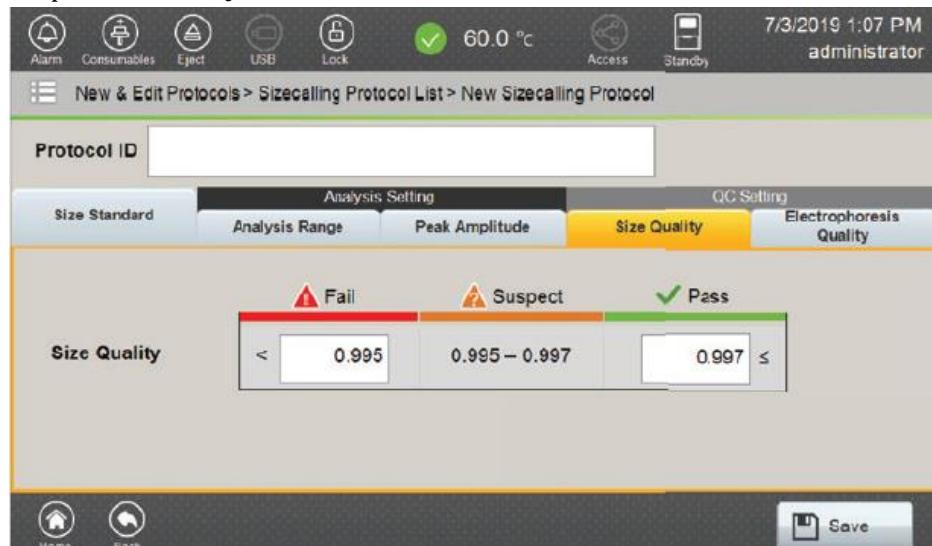

図 133 Size Quality タブ
| Size Quality             | <p>SQ data の Pass、fail を決める SQ 値を定義します。これらの値の間にに入る Sizing data は Suspect としてフラグが立てられます。（許容できる data か再度ランする必要がある data なのか、Result タブで確認してください）SQ の定義に関するセクション 5.7 の Result タブをご参照ください。</p> <p>注：新しく sizecalling protocol を作成する場合、デフォルトの値が提供されますが、ユーザーによる変更が可能です。ソフトウェア上で入力可能な SQ 値の範囲は、0.001 から 1 までになります。Fail の数値は、Pass のために入力した数値（図 133）よりも常に低くなければなりません。</p>  |
9. Size Quality タブを選択して、Pass する最小 SQ 値と fail する最大 SQ 値のデフォルト設定値を表示させます。(図 133) 新しい size calling protocol を作成するときに、これらのパラメーターは変更できます。